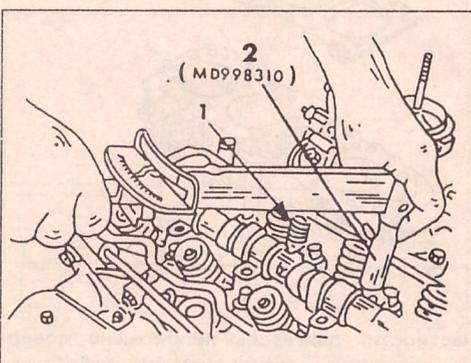

Рис. 24.
- Для снятия "Jet"-клапанов применяется специальный инструмент (№ MD998310). Он представляет собой головку, устанавливаемую на клапан. Повернуть клапан, как показано на рис. 24. При отворачивании клапана головку держать обязательно прямо по отношению к оси клапана, чтобы она не опрокинулась. Отворачивать клапан осторожно. Разборка клапана описана в разделе 2.5.